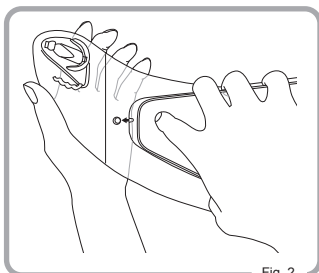

Fig. 2
- ② Som visas i Fig. 2, dra ner visiret i pilens riktning medan du trycker ner spärknappen på visiret. En sida av visiret är helt avlägsnad.